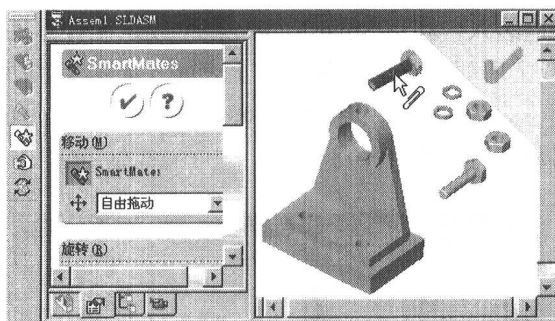
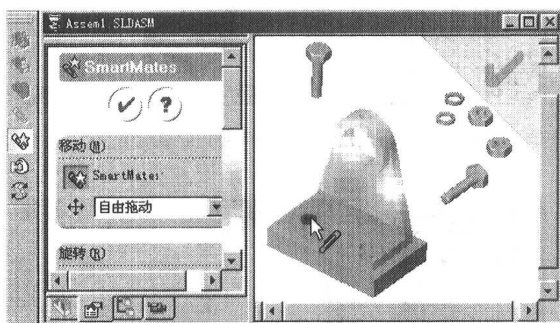

图 1-13 用 SmartMates 选择同轴心配合螺栓
图 1-14 用 SmartMates 选择同轴心配合零件 1
(9) 现在零件 1 和零件 2 需要螺栓螺母的进一步固定。在一个孔处装入螺栓，利用 SmartMates生成螺栓与零件 1 和零件 2 的配合。单击 SmartMates 按钮，出现 SmartMates 对话框（如图 1-13 左边所示）。
(10) 双击所要选择的螺栓面，则以高亮显示所选的零件及面，同时鼠标的形状变为带有回形针的箭头。
(11) 接着双击零件 1 的孔，同样零件 1 也高亮显示（如图 1-14 所示），在选择过程中鼠标的形状显示为表示将自动进行螺栓和零件 1 的同轴心配合。